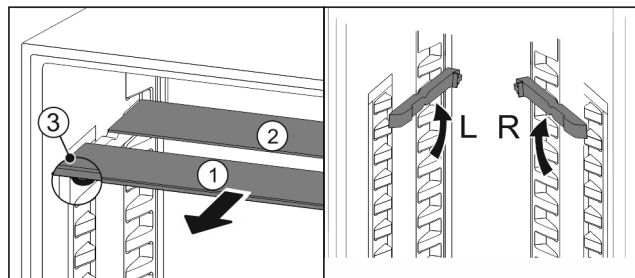

Fig. 100
- Glasplaten afzonderlijk vanaf de voorkant eruit trekken Fig. 100 (1).
- Glasplaat Fig. 100 (1) met sierlijst ligt voor.
- Stops Fig. 100 (3) zijn naar onder gericht.